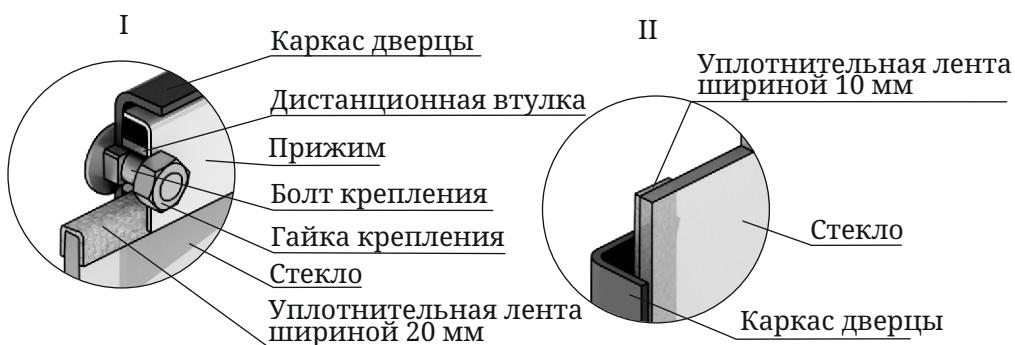

Рисунок 11. Крепление светорозрачного экрана дверцы модификации «Витра»
1. Открутите две гайки, фиксирующие прижим (рисунок 11.I), и демонтируйте его и дистанционные втулки.
3. Возьмите новое стекло, если на нем нет уплотнительных лент, наклейте их: лента шириной 20 мм наклеивается сверху и снизу стекла «П»-образно (рисунок 11.I), лента шириной 10 мм наклеивается вертикально, вдоль боковых сторон стекла (рисунок 11.II).
4. Вставьте стекло в упор, при этом лента наклеенная с боковых сторон (вертикальная) должна быть зажата между стеклом и каркасом дверцы (рисунок 11.II).
Внимание! Гайки, крепящие прижим, накручиваются на болты крепления через дистанционные втулки (рисунок 11.I).